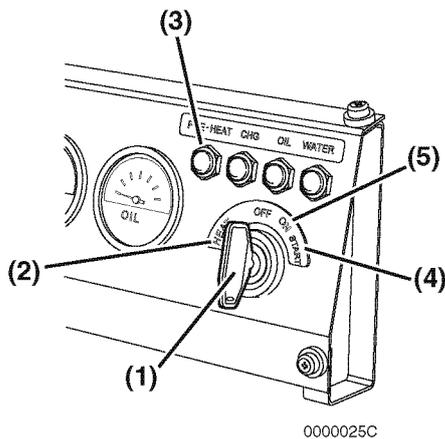

Abbildung 3
7. Den Schlüssel in den Schlüsselschalter (**Abbildung 2, (1)**) oder (**Abbildung 3, (1)**) stecken.
8. Den Schlüssel in die ON (EIN)-Stellung (**Abbildung 2, (2)**) oder die HEAT (ERWÄRMEN)-Stellung (**Abbildung 3, (2)**) drehen. Die Vor-glühanzeige (**Abbildung 2, (3)**) blinkt mehrere Sekunden lang und erlischt dann. Nach Erlöschen der Vor-glühanzeige, kann der Motor gestartet werden.
9. Den Schlüssel im Uhrzeigersinn in die START-Stellung (**Abbildung 2, (4)**) oder (**Abbildung 3, (4)**) drehen. Sobald der Motor startet, den Schlüssel loslassen. Er kehrt in die ON (EIN)-Stellung (**Abbildung 2, (2)**) oder (**Abbildung 3, (5)**) zurück.